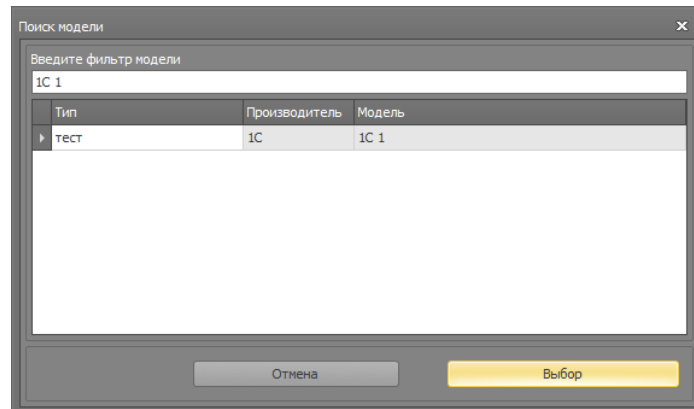

Рисунок 82
- В открывшемся окне (Рис. 82) необходимо осуществить поиск данных о добавляемой модели в существующей базе оборудования (определить встречалась ли раньше данная интегральная микросхема) Модель микросхемы определяется на основе анализа фотографии чипа.